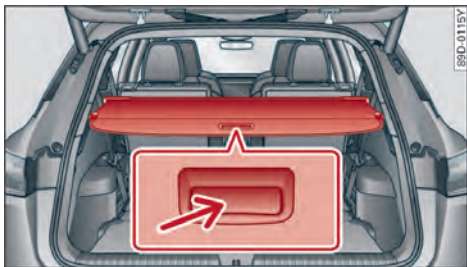

图 86 在行李厢中：已关闭的行李厢盖板
- 抓住把手⇒图 86 (小箭头)，向后拉动盖板并挂入侧面固定槽中。